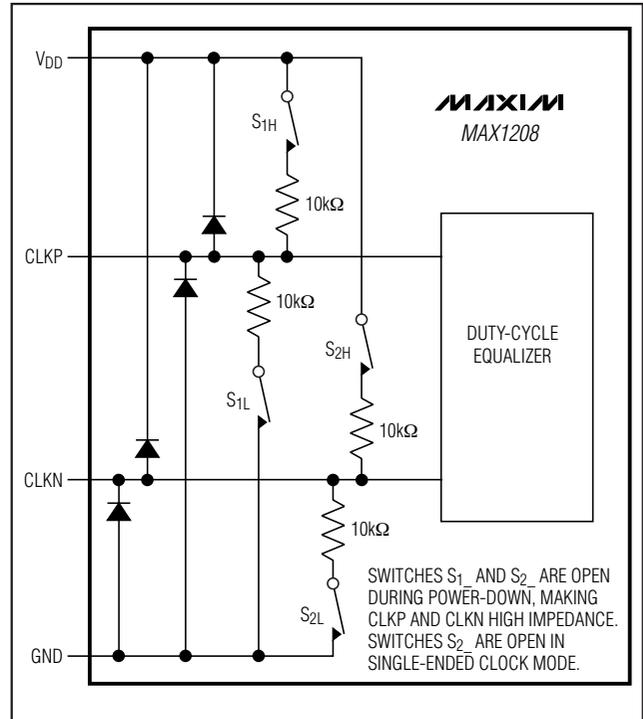

図5. 簡略化クロック入力回路
MAX1208がパワーダウン状態にあるとき、CLKPとCLKNはハイインピーダンスになります(図5)。
- CLKPとCLKNがハイインピーダンスになる(図5)。